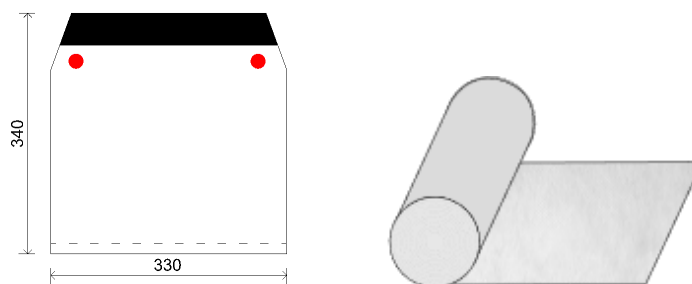
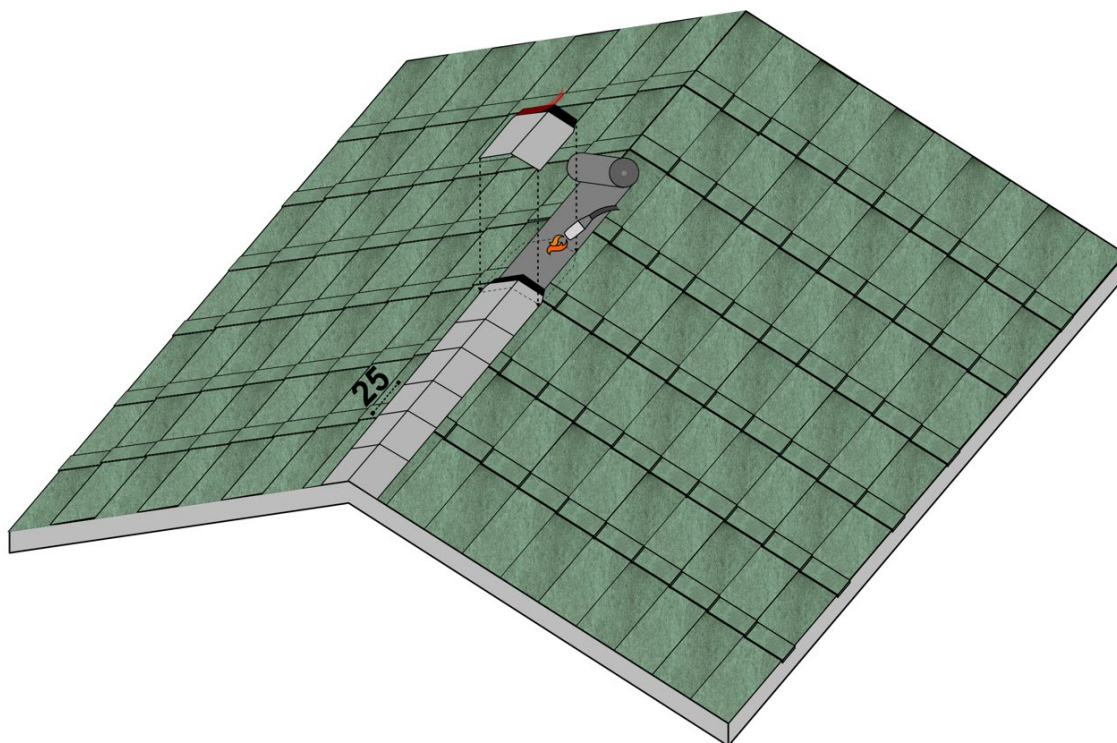

Fig. 13 - Contenuto della scatola dei colmi Ultimetel HD
Fig. 24 - Installazione elementi colmo a fiamma
- Per l'esecuzione del colmo, prendere la scatola dei Colmi Ultimetall HD ed estrarre il Top Roll Colmo SA e gli elementi colmo, già tagliati e sagomati, in essa contenuti - Fig. 13.
- Per l'esecuzione del colmo, prendere la scatola dei Colmi Ultimetall HD contenente gli elementi colmo, già tagliati e sagomati - Fig. 13. Attenzione, in questo caso il rotolo di Top Roll Colmo SA, contenuto nella scatola, non sarà da utilizzare. Applicare invece sul colmo una fascia di membrana bituminosa Safety EPP a fiamma - Fig. 24.
- Posare gli elementi colmo predisposti, fissandoli alla membrana sottostante con la fiamma del cannello, sempre scaldando la membrana e non l'elemento tegola. Procedere con la posa degli altri elementi colmo in sequenza, lasciando una parte esposta di 25 cm tra un elemento e quello successivo, vedi Fig. 24.